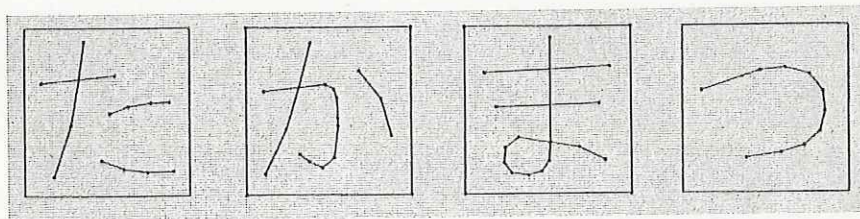

図2 設計図②
設計図②（図2）は、設計図①の課題を改善した。方法は文字の中心線のみを測量して描き、その中心線から左右に幅を持たせることで文字を描いた。結果、54点となり、122点減らせた。